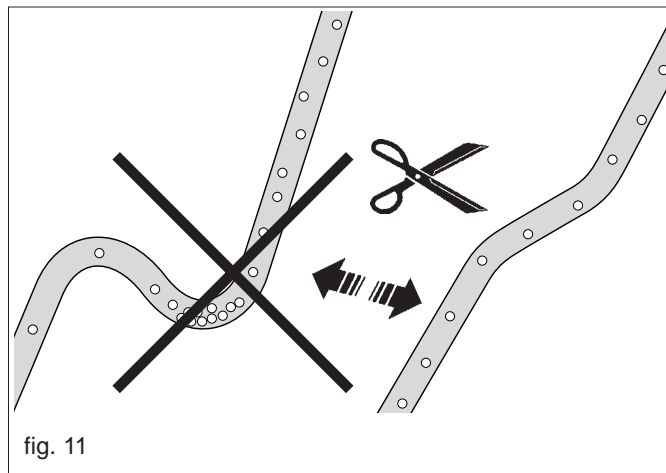

fig. 11
La Ditta Costruttrice fornisce due tubi rigidi di \varnothing 100 mm da fissare al trattore (A, Fig. 13). Collegare entrambe le estremità del tubo rigido alle attrezzature applicate posteriormente ed anteriormente con tubo flessibile di \varnothing 102 mm (B, Fig. 13). Evitare la formazione di anse (Fig. 11) o piegamenti quindi di rotture.
3.2 VERIFICA CAPACITÀ DI SOLLEVAMENTO E STABILITÀ DELLA TRATTRICE ABBINATA ALLA MACCHINA (Fig. 11)